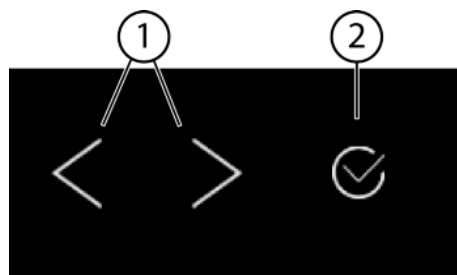
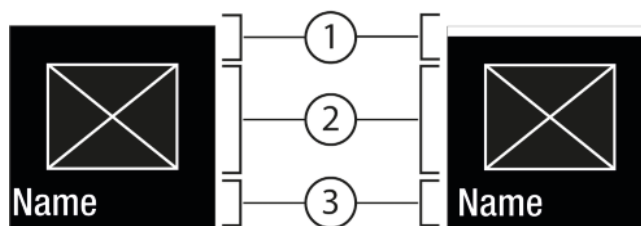
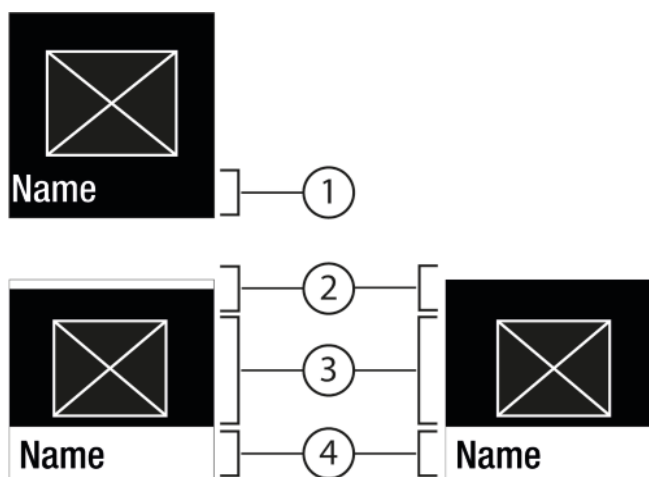

Fig. 5
Fig. 6
Fig. 7
(1) Freccia di navigazione sinistra / destra
(2) Conferma
Freccia di navigazione sinistra / destra Fig. 5 (1):
Conferma Fig. 5 (2):
- Navigare con la freccia di navigazione sinistra / destra Fig. 5 (1).
- Con Conferma Fig. 5 (2) attivare / disattivare la funzione Fig. 6 (1) / impostazione Fig. 6 (1).
- Con Conferma Fig. 5 (2) richiamare il sottomenu Fig. 7 (4).
- Impostare un valore nuovo: Con Conferma Fig. 5 (2) selezionare un valore disattivato Fig. 6 (1).
- Ritorno al menu: Con Conferma Fig. 5 (2) selezionare un valore già attivato Fig. 6 (2).
- Premere le frecce di navigazione Fig. 5 (1) fino a visualizzare la .
- Premere Conferma Fig. 5 (2).
- Premere le frecce di navigazione Fig. 5 (1) fino a visualizzare la funzione.
- Selezionare il valore di impostazione con le frecce di navigazione Fig. 5 (1).
- ▷ Stato: attivato Fig. 6 (1) è visualizzato brevemente nel sottomenu Fig. 7 (4).
- Premere le frecce di navigazione *Fig. 5 (1)* fino a visualizzare Impostazioni .
- Premere Conferma *Fig. 5 (2)*.
- Premere le frecce di navigazione *Fig. 5 (1)* fino a visualizzare l'impostazione desiderata.